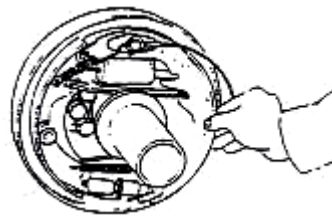

Рис. 2-21
(4) Снимите основную и вспомогательную тормозные колодки, а также снимите регулировочный механизм и пружину. См. Рис. 2-21